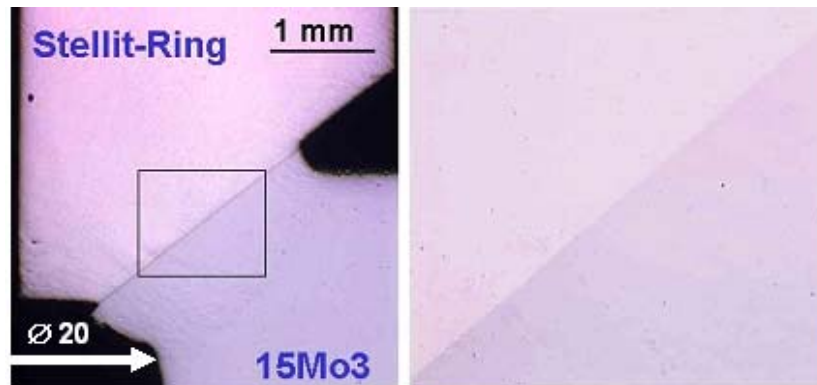

Bild 5: Stellite6-Ring, eingeschweißt in die Bohrung eines 15 Mo3-Teils, ungeätzt
- minimale Wärmebeeinflussung (Bild 5)